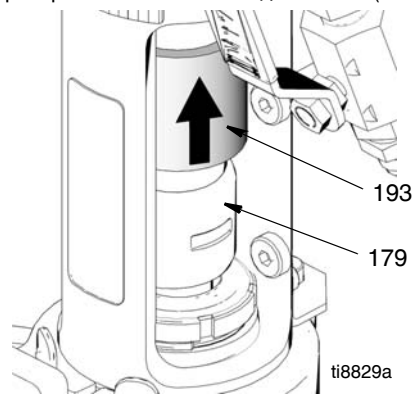

Рис. 15
5. (Рис. 15) Сдвиньте крышку соединителя (193) вверх для полного раскрытия штоковых соединителей (179).